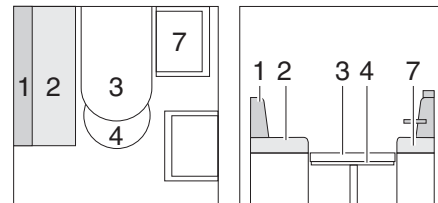

Bild 62 Während des Umbaus
- Fahrersitz um 90° drehen (Bild 62,7) und ganz nach vorne schieben.
- Tisch (Bild 62,3) vergrößern und zum Bettunterbau umbauen (siehe Kapitel 7.8).
- Das Rückenpolster (Bild 62,1) umlegen.